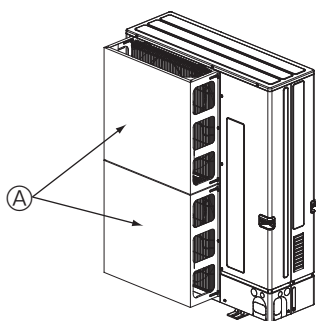

Fig. 2-5
- ② Zainstalować opcjonalną zabezpieczającą kierownicę powietrza w przypadku, gdy jednostka zewnętrzna jest zainstalowana w miejscu, w którym silny wiatr, np. tajfun, może bezpośrednio działać na wylot powietrza. (Fig. 2-5)